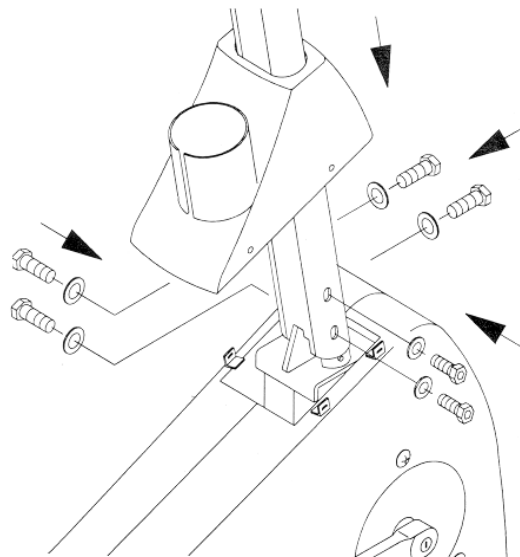

Fig.2
4. Gebruik de p 5/16" bouten, en sluitringen om deze vast te maken aan de rechtopstaande stang (zie fig. 2)